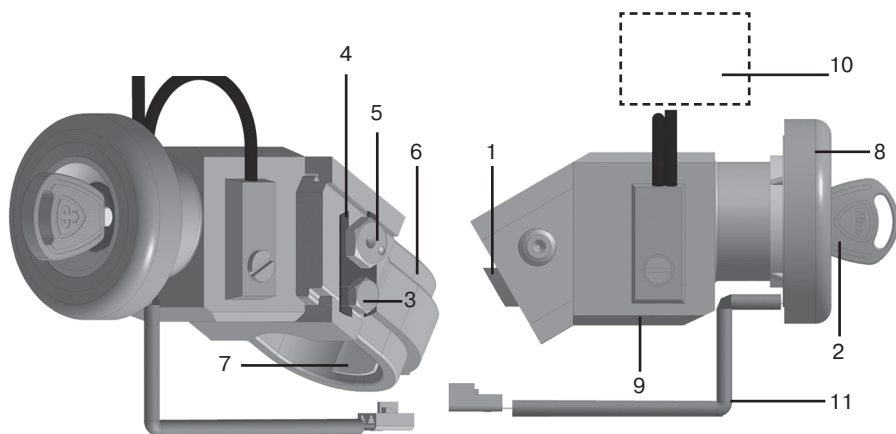

рис. 5 Схема механической части замка
**5.3.** Отведите ригель механического замка (рис. 5, поз. 1) в крайнее положение. Для этого поверните ключ в положение «SET» (ключ остается в замке), как указано в пункте 4.4. Положение ключа в режиме «SET» используется как при монтаже, так и при демонтаже механического замка.
**5.4.** Отверните болт М5 (рис. 5, поз. 3) и снимите планку оси эксцентриковой (рис. 5, поз. 4). Выньте ось эксцентриковую (рис. 5, поз. 5) и разъедините хомут (рис. 5, поз. 6) от корпуса механического замка (рис.5 поз 9).
**5.6.** В совмещенные отверстия, вставьте свободно усилием руки ось эксцентриковую, затем с помощью ключа «S14» поверните по часовой стрелке шестигранную головку на оси эксцентриковой крутящим моментом не более 4 кгс•м, обеспечив плотное прилегание корпуса механического замка к кожуху вала рулевого управления. При наличии зазоров, невыбираемых осью эксцентриковой, используйте прокладки-компенсаторы со скотчем (рис. 5, поз. 7), прикрепив их (одну или две) на предварительно снятый хомут. При достижении жесткой фиксации механического замка на кожухе вала рулевого управления, установите планку оси эксцентриковой (рис. 5, поз. 4), закрепив болтом М5 (рис. 5, поз. 3), и отогнув лепестки на планке, зафиксируйте ось эксцентриковую и болт М5 от поворота (фото 2).
**6.4.** После проведения проверки работоспособности электромеханического замка зажигания на автомобиле, установите пластмассовый кожух рулевой колонки, оденьте декоративную насадку с катушкой связи на замок (рис.5 поз.11) и окончательно отрегулируйте пластмассовый кожух рулевой колонки относительно декоративной насадки.